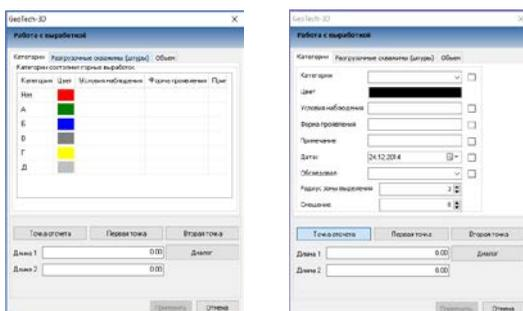

Рис. 1.11. Работа с выработкой.
Инструменты в диалоговом окне расположены на трех закладках (рис. 1.11).
1. Выбор при помощи ЛКМ участка выработки, которому необходимо изменить категорию. При этом текущая категория будет выделена в таблице (рис. 1.11).